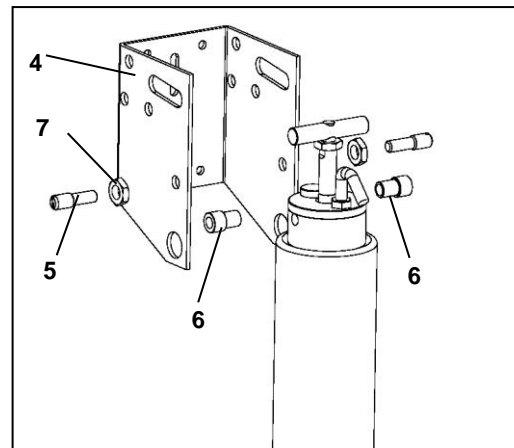

Bild 7
2. Öffner mit den Gewindestiften (5) in der Öffnerhalterung (4) befestigen. Das Kabel muss in den Innenraum zeigen. Die Gewindestifte (5) so einstellen, dass der Öffner mittig sitzt und sich leicht schwenken lässt. Dann die Muttern (7) aufschrauben und mit den Muttern (7) die Gewindestifte (5) gegenüber der Öffnerhalterung (4) kontern (**Bild 7**).